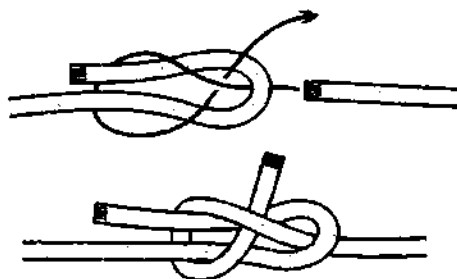

Рис. 884. 1-й способ вязки шкотового узла.
**1-й способ вязки шкотового узла.** Узел вяжется из петли. Ходовой конец одного троса ввязывается в петлю второго троса. Обнос петли должен (по К. Эшли) выполняться со стороны её ходового конца (рис. 884). Оба свободных конца должны смотреть в одну сторону, как у **прямого узла**.